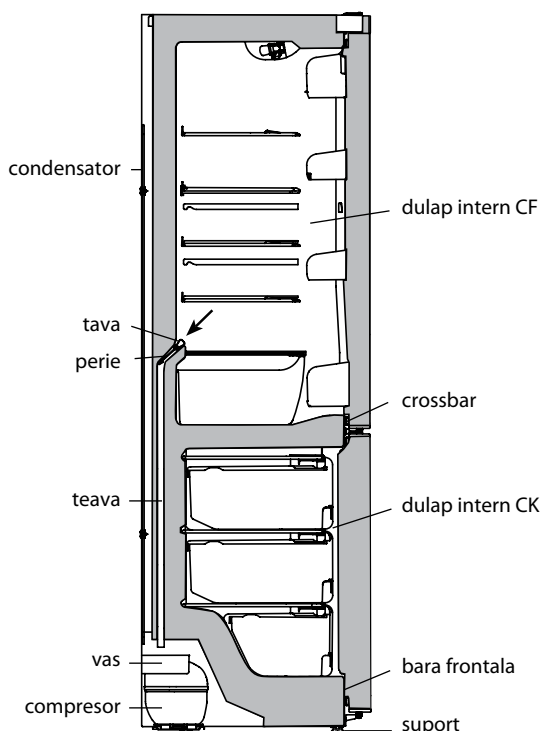

Figura 6 – Schema eliminării apei topite din CF
3.4.1 În CF se utilizează sistemul automat de decongelare. Chucura, care apare pe peretele din spate a CF, se topeste în ciclul de dezghețare la deconectarea compresorului și se transformă în picături de apă. Picăturile de apă topită se scurg în vas și prin gaură în tavă patrund în țevă navei pe compresor, în conformitate cu figura 6 unde și se evaporă. În gaura tavei este instalată o perie pentru a preveni înfundarea sistemului de evaporare.
Prezența apei în tavă indică la blocarea posibilă a scurgerii apei. Pentru a elimina contaminarea trebuie a curăța cu peria gaura în tavă, astfel că apa să se scurgă fără obstacole un vas, se spală peria și se instalează în conformitate cu figura 6.
SE INTERZICE exploatarea frigiderului cu sistemul de scurgere înfundat. Apa apărută în partea de jos a camerei frigiderului sau în locul atasamentului plăcii la dulapul interior al CF în conformitate cu figura 6, poate provoca coroziunea camerei exterioare și a elementelor agregatului frigiderului, a distruge izolarea termică, poate cauza formarea de fisuri a camerei interioare și deteriorarea completă a camerei frigiderului.
ATENȚIE! Nu permiteți scurgerea apei topite din CK la dezghețare și curățenie, deoarece apa, patrundând în locul atasamentului plăcii la dulapul interior al CK în conformitate cu figura 6, 7 poate provoca coroziunea camerei exterioare și a elementelor agregatului frigiderului, a distruge izolarea termică, poate cauza formarea de fisuri a camerei interioare și deteriorarea completă a camerei frigiderului.